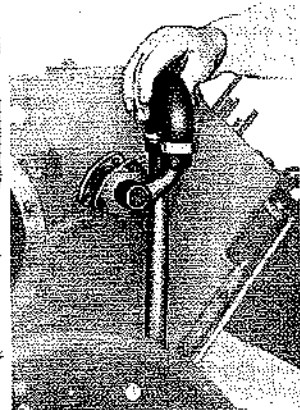

Fig. 76
- Tubo sfiato vapori d'olio serrando i dadi a 3 kgm. (Fig. 76).